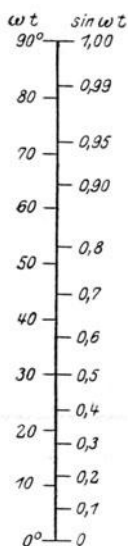

Abb. 22.
d) Durch eine Skala (Abb. 22).